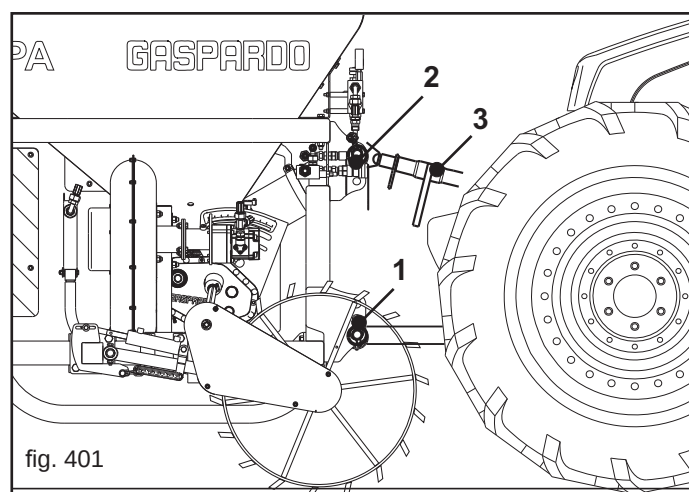
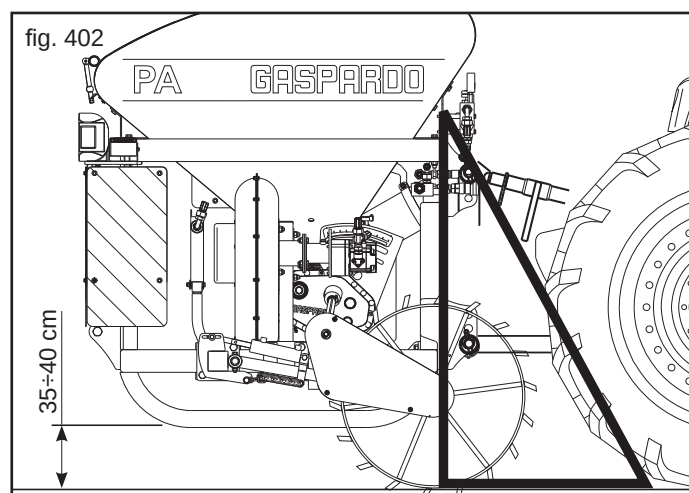

fig. 401
fig. 402
- 1) Enganchar las barras del elevador en los pernos predispuestos (1, Fig. 401). Bloquear con el pasador de muelle.
- 2) Conectar el tercer punto superior (2, Fig. 401); la clavija tiene que bloquearse con el respectivo pasador; a través del tensor de regulación (3, Fig. 401) tratar que la sembradora se encuentre en posición perpendicular al terreno (Fig. 402).
- 5) Levante el equipo delantero, extraiga las patas de apoyo. Para garantizar la rotación de la rueda de transmisión, regule la altura del equipo desde el piso en la posición de trabajo (35÷40 cm Fig. 402). **Dicha distancia debe ser constante durante el trabajo.**